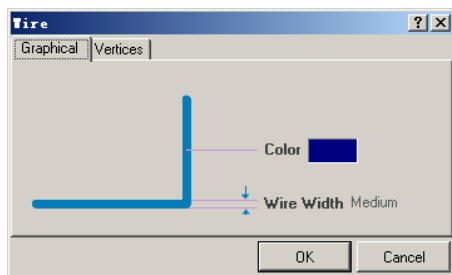

图 2.85 “Wire”对话框
(2) 单击键盘“Tab”键，打开如图 2.85 所示的“Wire”对话框。